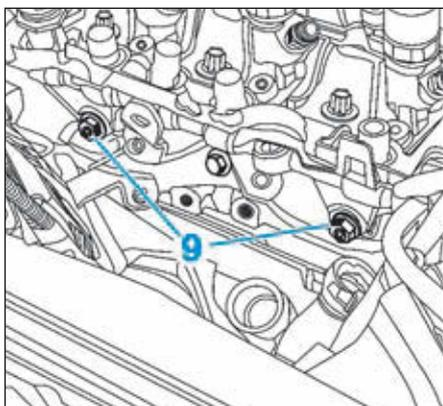

FIG.37
- les vis (9) de la rampe commune haute pression (Fig.37),